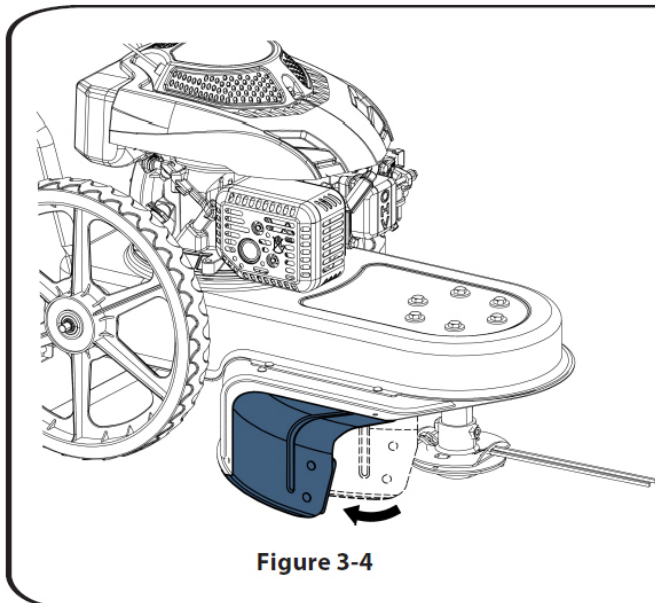

Figure 3-4
1. Tirez le protecteur de coupe-bordures en position en faisant pivoter le trou. Voir Figure 3-4.